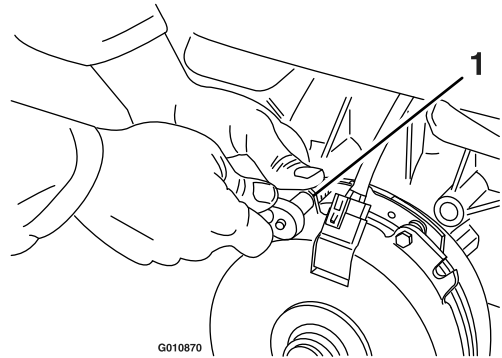

Figure 65
- A. Desserrez les boulons de fixation du frein d'un demi à un tour complet, comme montré à la Figure 65.